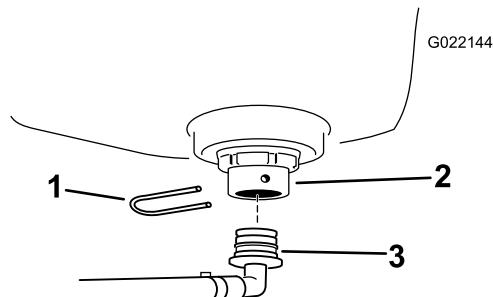

Figura 4
- Instale el pasamuros en el depósito de enjuague (Figura 4).